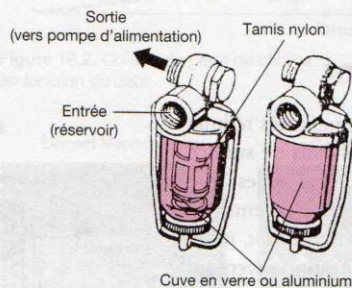

Figure 19.3. Préfiltre à adapter sur une pompe d'alimentation
Les préfiltres sont toujours placés en « aspiration » entre le réservoir à combustible et la pompe d'alimentation (fig. 19.3 à 19.4) ; leur rôle est d'arrêter les impuretés les plus grosses (20 à 80 µm selon la provenance du réservoir ou des canalisations).
- les préfiltres classiques, à cuve en verre, aluminium (fig. 19.3) ou plastique (fig. 19.2) sont placés généralement sur le côté « aspiration » d'une pompe d'alimentation ;